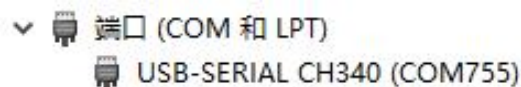
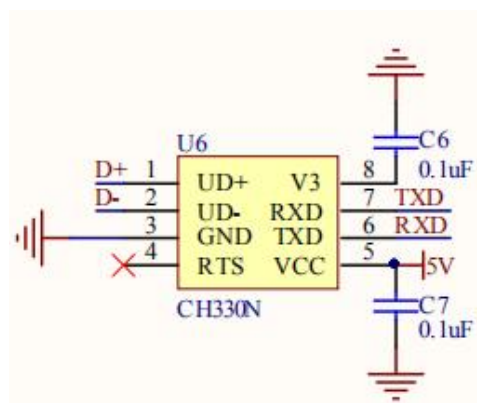

图2-11 设备管理器USB转串口
图2-12 USB连接CH340串口原理图
开发板上USB转uart采用CH340或330 (340) 芯片，可以实现USB转串口功能，Type-c线连接好后，在设备管理器会跳出如图2-11的COM口。串口的原理图如图 2-12 所示，D+ \D1连接FE8.1,RX\TX连接FPGA。